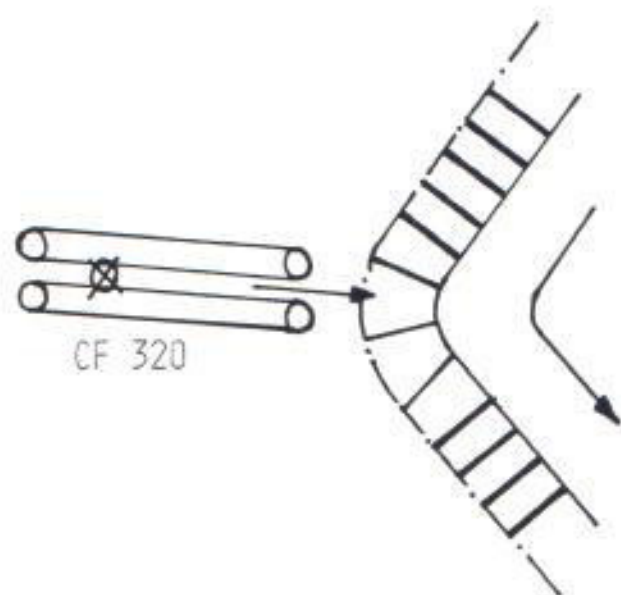

FIGURA 5.1
- 4) Pare la máquina principal con el espacio entre dos placas en la posición correcta para recibir un pañal sin tropezar (ver figura 5.1).